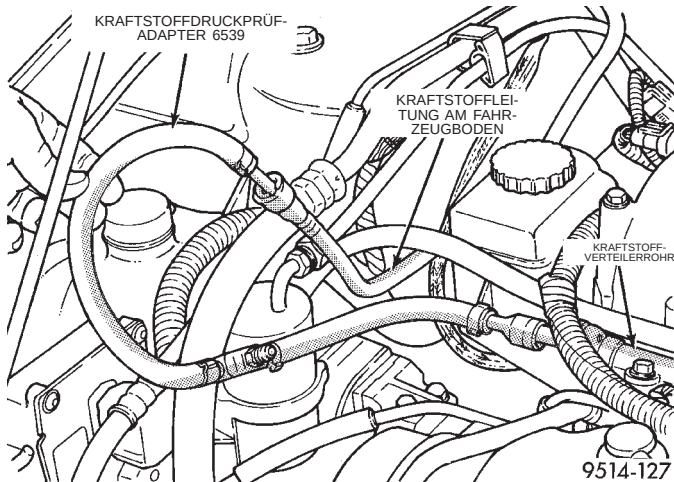

Abb. 6 Kraftstoffdruckprüfadapter
(1) Den Druck in der Kraftstoffanlage abbauen.
(2) Die Schnelltrennkupplung des Kraftstoffversorgungsschlauchs von der Kraftstoffleitung am Fahrzeugboden (am Motor) demontieren. Näheres hierzu siehe "Schnelltrennkupplungen" in diesem Abschnitt.
(3) Das Kraftstoffdruckmeßgerät C-4799 am Kraftstoffdruckprüfadapter 6539 anschließen (Abb. 6). Den